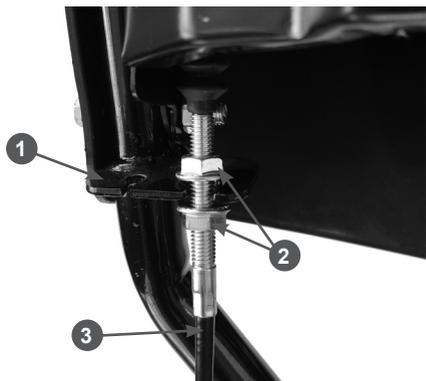

Рис. 7 Крепление оболочки троса включения шнеков
- закрепите оболочку 3 троса в кронштейне 1 на задней стороне панели, как показано на Рис. 7, и закрутите гайки 2, не затягивая их.
- нажмите рычаг включения шнеков. При полностью нажатом рычаге включения шнеков пружина 1 должна быть растянута на 0,5 - 1 см (Рис. 8). При необходимости, отрегулируйте трос с помощью гаек 2 (Рис. 7). После регулировки затяните гайки;